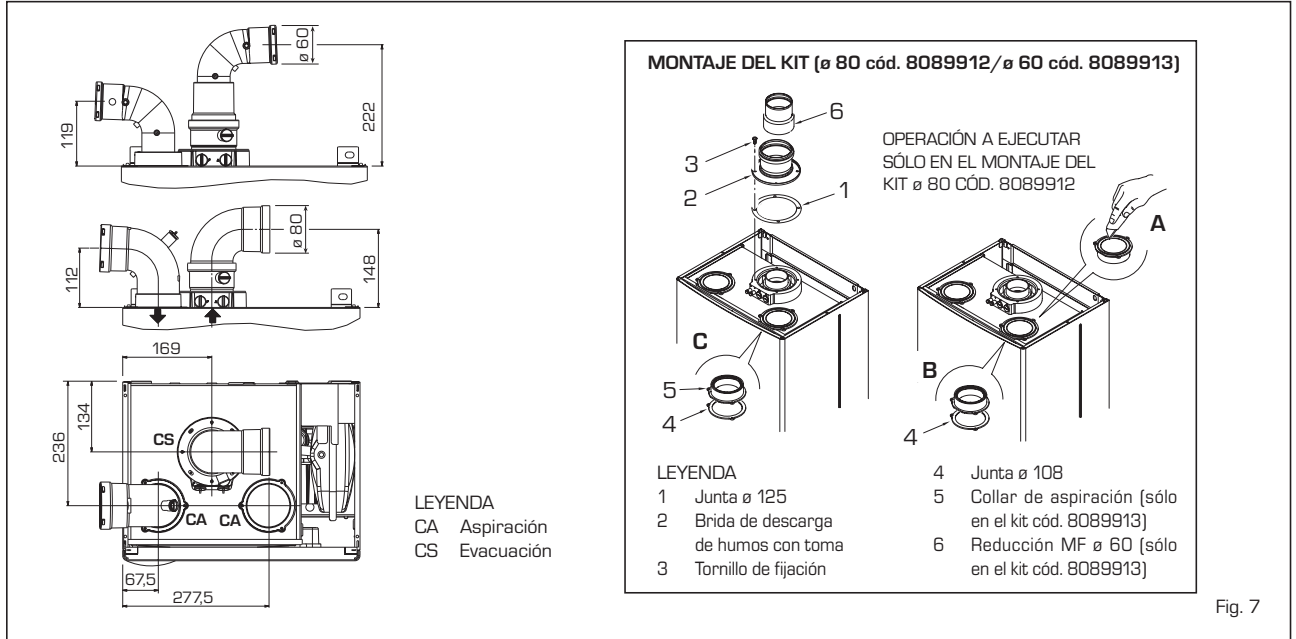

Fig. 7
2.6 INSTALACIÓN DE LOS CONDUCTOS SEPARADOS ø 80 - ø 60 (fig. 7 - fig. 8)
humos de los de aspiración de aire (fig. 7):
brida de descarga de humos (pos. 2 fig. 7) cuando la pérdida de carga total de los conductos separados resulta inferior a 9 mm H₂O (con pérdidas de carga totales superiores a 9 mm H₂O hasta 15 mm H₂O no utilizar el diafragma).